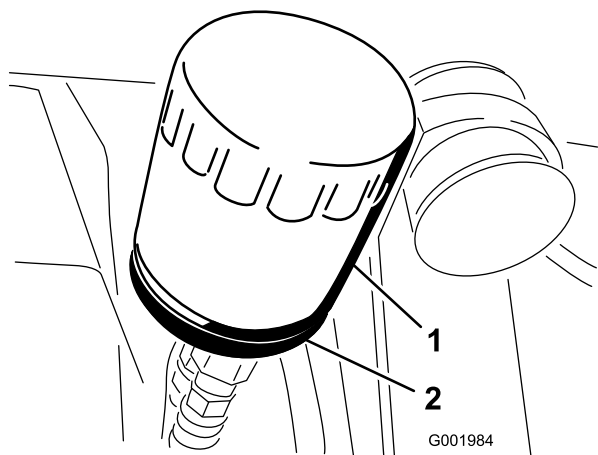

図 51
- オイルフィルタ (図 51) を外す。
- アダプタに新しいフィルタを取り付ける。ガスケットがアダプタに当たるまで手でねじ込み、そこから更に 1/2 回転増し締めする (図 51)。